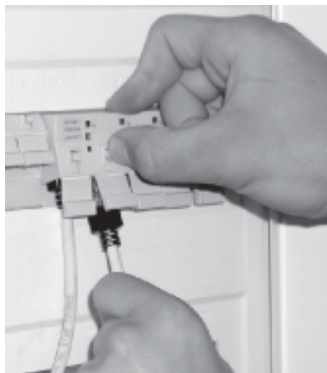

Bild 2
- 5 Zum Lösen der Patchkabel aus den Buchsen drücken Sie zunächst auf den Entriegelungsknopf oberhalb der entsprechenden Buchse und ziehen dann den Stecker aus der Buchse (Beispiel s. Bild 2).